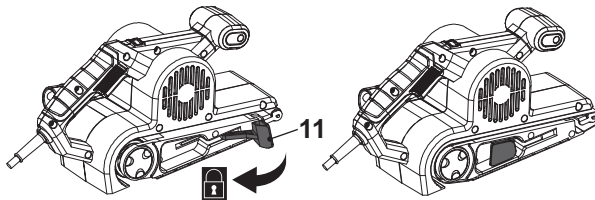

Fig. 3
3. Introduzca de nuevo la palanca de sujeción (11). Tire ligeramente de la correa de lijado (8) para comprobar si está bien colocada (Fig. 3).